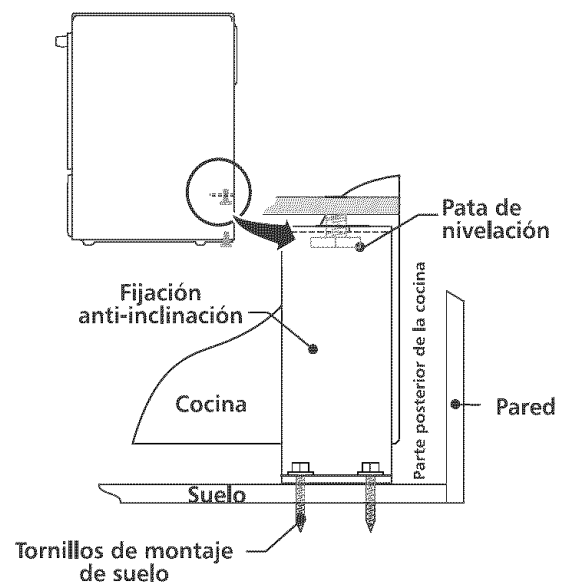

Figura 10
4. Retire el modelo y ubique la abrazadera en el suelo. Alinee los orificios en la abrazadera con las marcas en el suelo y ajuste con los cuatro tornillos provistos. La abrazadera debe quedar fijada al suelo (figura 10) sólido. Si se fija al suelo concreto, primero haga orificios pilotos de un diámetro de 3/16" (0,48 cm), utilizando una barrena para concreto.